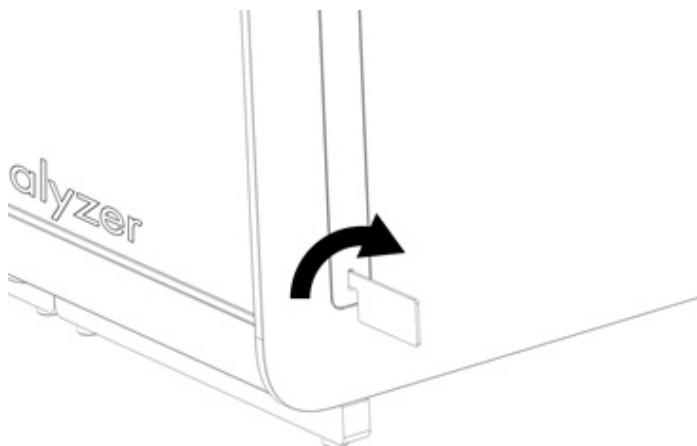

Figure 13. Retrait des couvercles de protection.
- 1e. Retirez les couvercles de protection du côté du module analytique sur lequel le module analytique supplémentaire doit être connecté (figure 13).